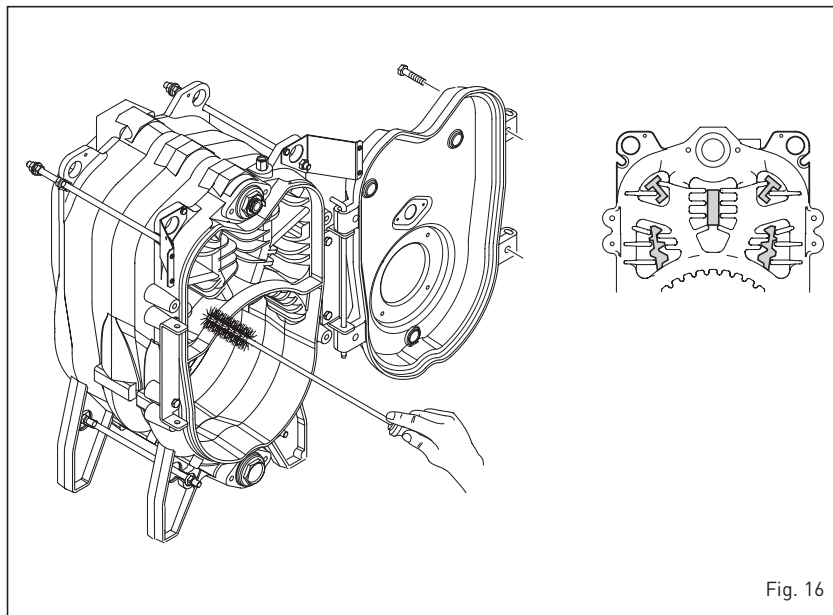

Fig. 16
4.7.1 Limpeza da zona de passagem dos fumos (fig. 16)